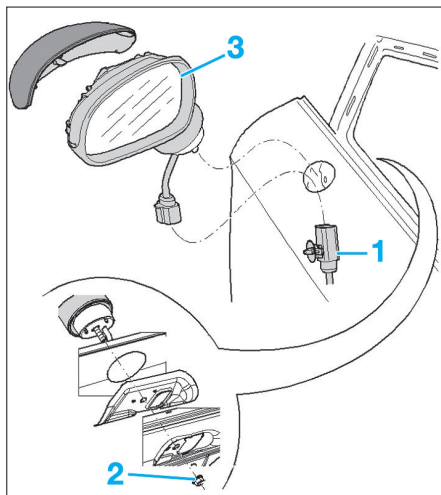

Fig. 54
- Débrancher le connecteur (1) de réglage du rétroviseur (Fig.54).